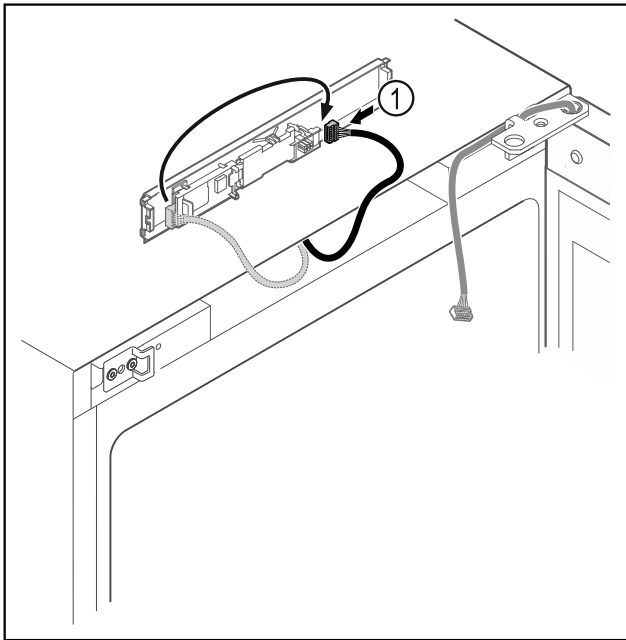

Fig. 11
- ▶ Stekker Fig. 11 (1) op printplaat verwisselen.